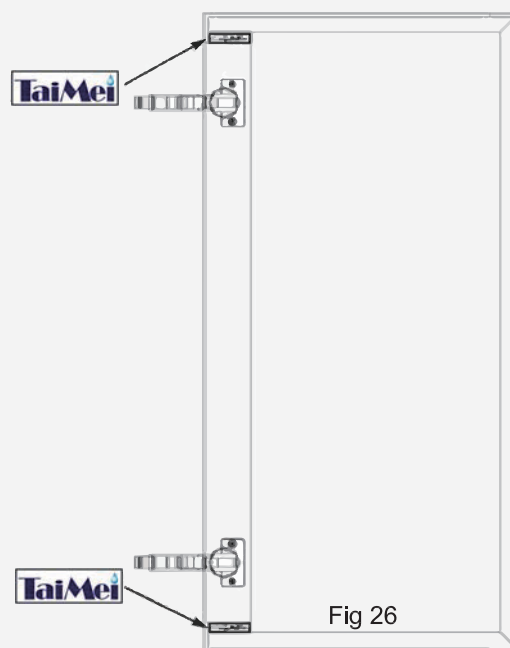

Fig 26
1. Después de instalar la puerta y el gabinete, instale las placas de identificación despegando el plástico protector de la puerta y la parte trasera de la placa de identificación, y luego colocando la placa de identificación en la ubicación adecuada (Fig 26)